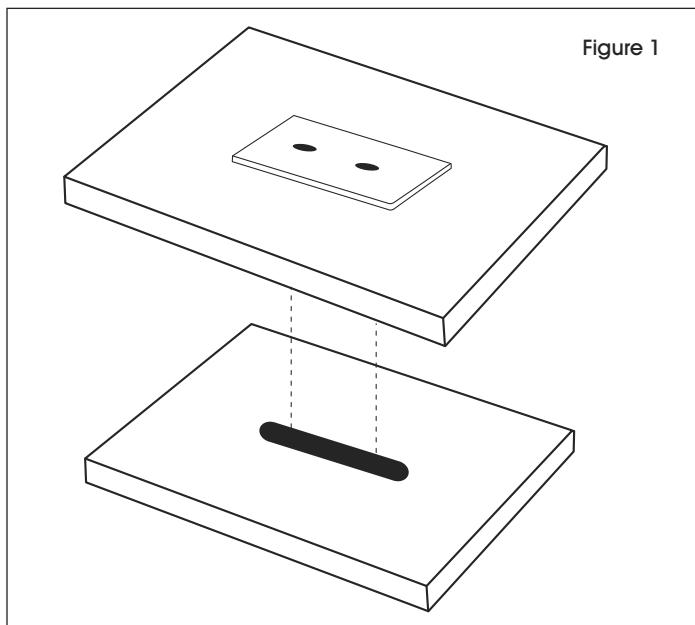

Figure 1
1. Placez la plaque signalétique au-dessus du couvercle de la base. Placez la plaque signalétique et le couvercle de la base par-dessus la base en plastique. (Voir Figure 1)